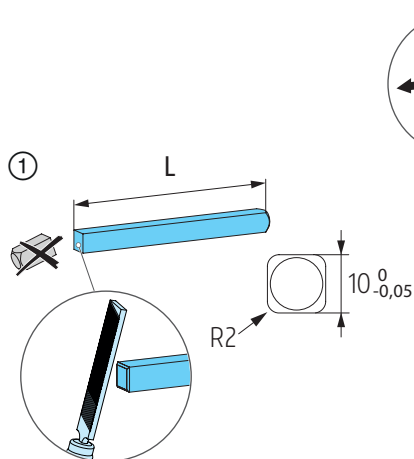

Abb. 32
- ① Vierkant ablängen und anfasen; **Abb. 32**.